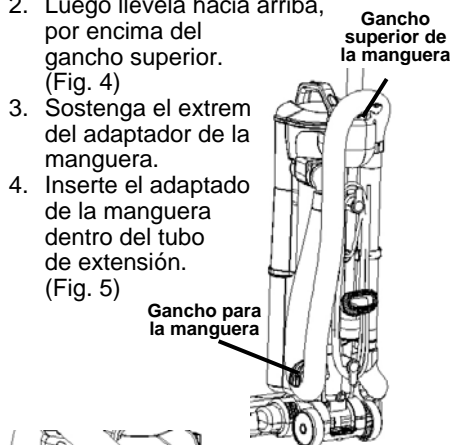

Fig. 4
1. Enrolle la manguera por debajo del gancho inferior. (Fig. 4)
2. Luego llévela hacia arriba, por encima del gancho superior. (Fig. 4)